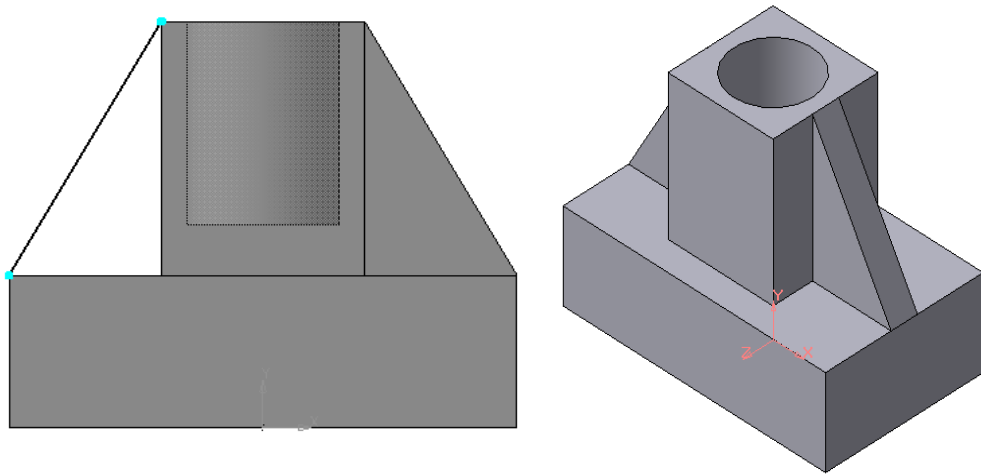

Рисунок 12.
7. Аналогично построить второе ребро жесткости (Рисунок 12).